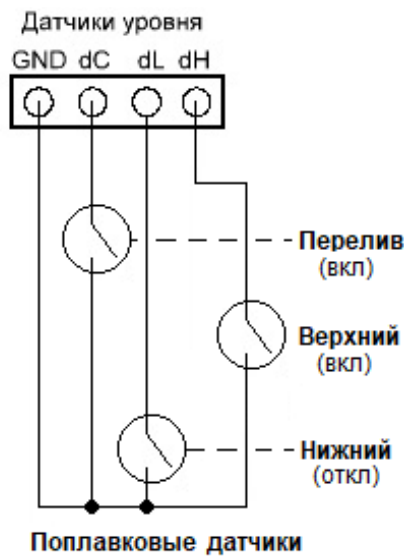

Рис.15
- поплавковые нормально разомкнутые датчики уровня (рис.15).